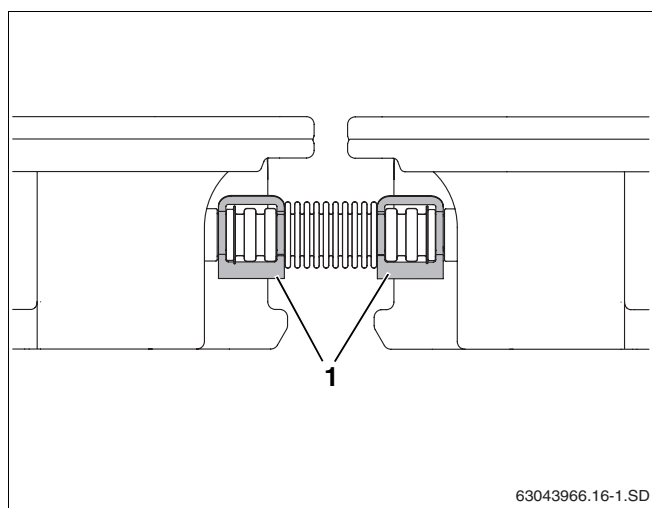

Fig. 26 Unión de tubo ondulado asegurada con abrazaderas
- ▶ Asegure cada caperuza de cierre con una abrazadera y cada unión de tubo ondulado con dos abrazaderas (fig. 26, **pos. 1**).